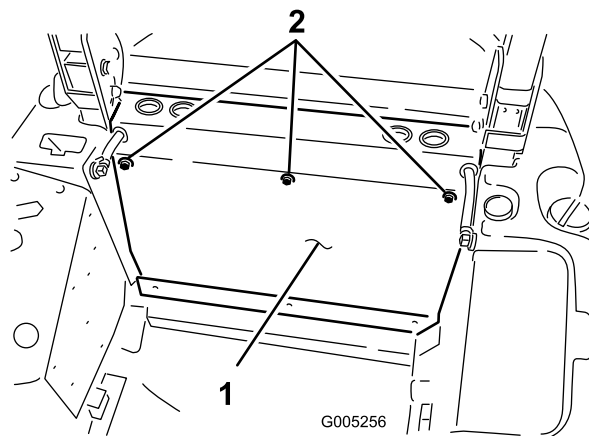

Figure 60
1. Placez le panneau arrière en position et alignez les trous de fixation supérieurs sur les trous de la traverse de cadre (Figure 60). Fixez le haut du panneau à la traverse au moyen des 3 vis retirées précédemment.